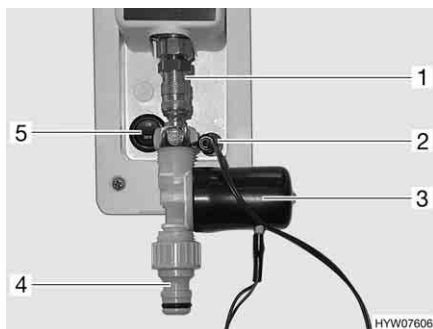

Fig. 139 Allacciamento acqua potabile COLORADO
Inserire l'unità valvola sul gancio della chiusura rapida (Fig. 139,1) sul veicolo.
- Inserire un tubo flessibile per l'acqua con il gancio, sul gancio della chiusura rapida (Fig. 139,4).
- Inserire la spina (Fig. 139,2) per l'alimentazione elettrica della valvola di non ritorno (Fig. 139,3).
- Portare l'interruttore a bilico (Fig. 139,5) in posizione "OFF". La pompa dell'acqua nel veicolo non è in funzione.
- Portare l'interruttore a bilico (Fig. 139,5) in posizione "ON". La pompa dell'acqua nel veicolo è di nuovo in funzione.
- Estrarre la spina (Fig. 139,2) per l'alimentazione elettrica della valvola di non ritorno.
- Spingere verso l'alto l'anello di fissaggio sul gancio della chiusura rapida (Fig. 139,1), rimuovere l'unità valvola e depositarla in un ambiente protetto dal gelo.